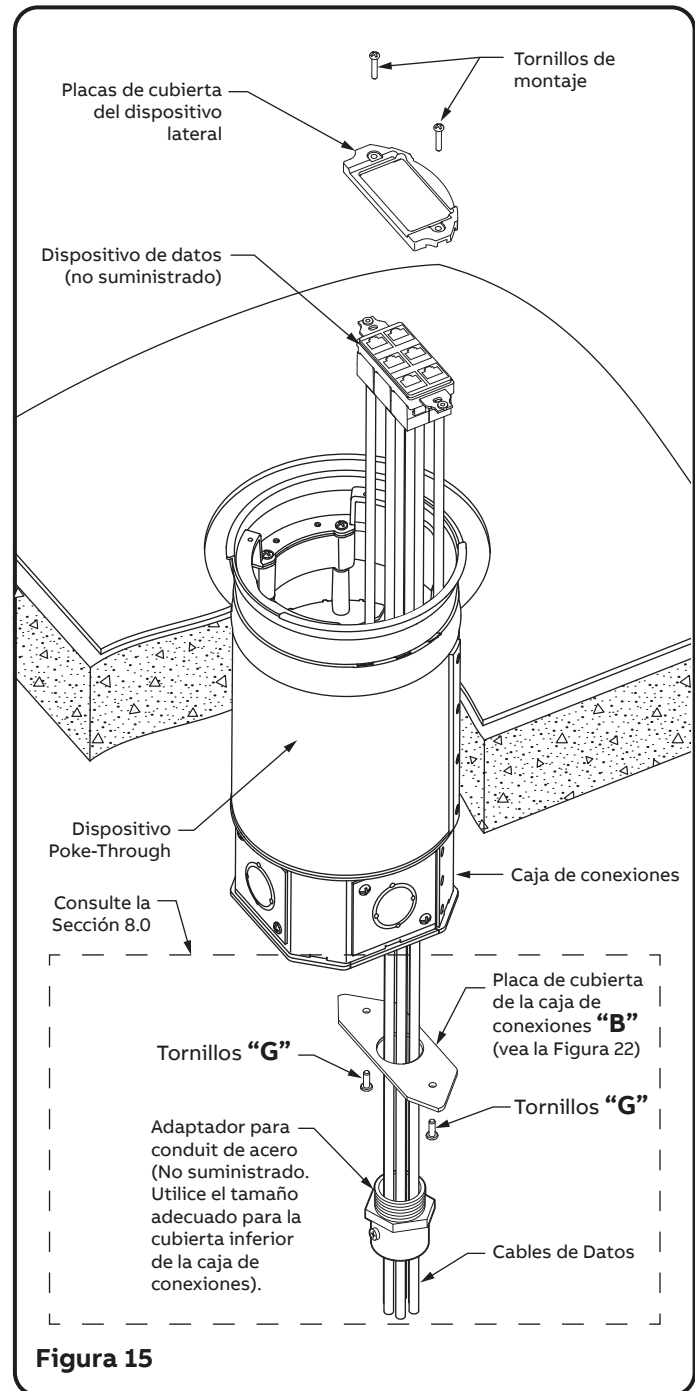

Figura 15
- 7.3 Tire del cable de datos a través del adaptador para conduit de acero, del orificio en la placa de cubierta inferior de la caja de conexiones y dentro de la caja de conexiones. Introduzca los cables de datos hacia arriba a través del pasaje seleccionado para conectarlos a la placa de datos. Las clavijas macho para datos pueden instalarse antes de introducirlos a través del dispositivo Poke-Through. La placa de cubierta de la caja de conexiones puede estar suelta de la caja de conexiones al introducir el cable. (Vea la Figura 15). **NOTA:** Si se han designado (2) o (3) pasajes para DATOS, las cubiertas inferiores E y D de la caja de conexiones se pueden usar en la parte inferior de la caja de conexiones (vea la Figura 19).